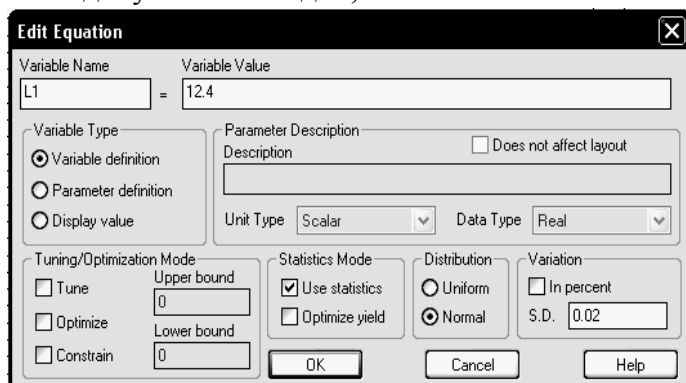

Рис. 1.68
1. Сделайте активным окно схемы. Щёлкните правой кнопкой мышки по переменной **L1** и выберите **Properties**. Откроется диалоговое окно **Edit Equation** (рис. 1.68). В этом окне отметьте **Use statistics** (Ис-